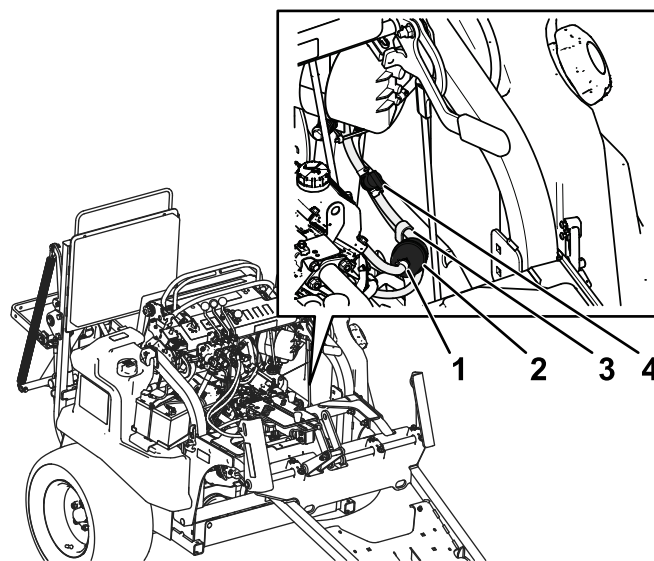

Figure 85
7. Raccordez les conduites d'alimentation de chaque côté du filtre avec des colliers (Figure 85).
8. Pincez les extrémités des colliers et éloignez les colliers du filtre (Figure 85).